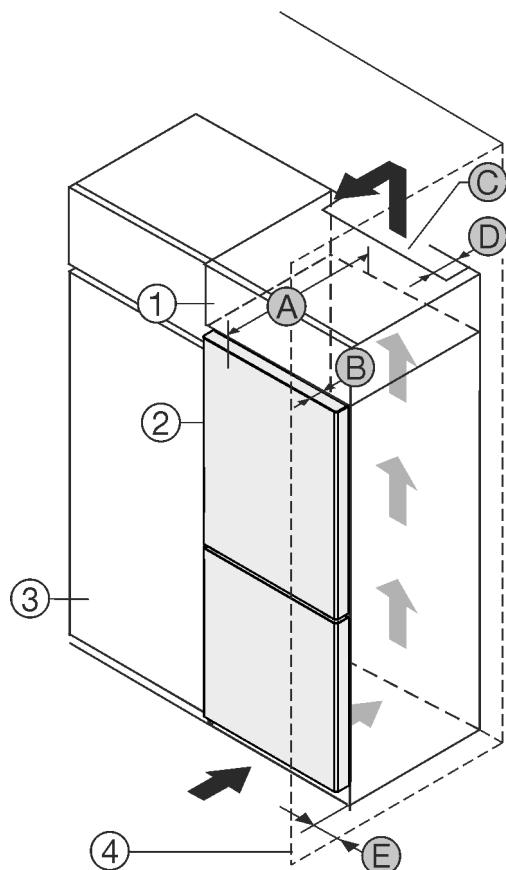

Fig. 1
- (1) Aufsatzschrank*
- (2) Gerät*
- (3) Küchenschrank*
- (4) Wand*
- (A) Gerätediefe*
- (B) Türtiefe*
- (C) Belüftungsquerschnitt*
- (D) Abstand Geräterückseite*
- (E) Abstand zur Geräteseite*
Gerät direkt neben dem Küchenschrank Fig. 1 (3) aufstellen.*
An der Rückseite des Aufsatzschrankes muss ein Abluftschacht mit der Tiefe Fig. 1 (D) über die gesamte Aufsatzschrankbreite vorhanden sein.*
Unter der Raumdecke muss der Entlüftungsquerschnitt Fig. 1 (C) eingehalten werden.*
Wenn das Gerät mit den Scharnieren neben einer Wand Fig. 1 (4) aufgestellt wird, muss der Abstand zwischen Gerät und Wand mindestens 13 mm (0.51 in) betragen.*
Wenn das Gerät mit den Scharnieren neben einer Wand Fig. 1 (4) aufgestellt wird, muss der Abstand zwischen Gerät und Wand mindestens 20 mm (0.79 in) betragen.*
Um die Türe vollständig öffnen zu können, muss Gerät um die Türtiefe Fig. 1 (B) gegenüber der Küchenschrankfront vorstehen. Abhängig von der Tiefe der Küchenschränke Fig. 1 (3) und Verwendung von Wandabstandshaltern kann das Gerät weiter herausragen.*